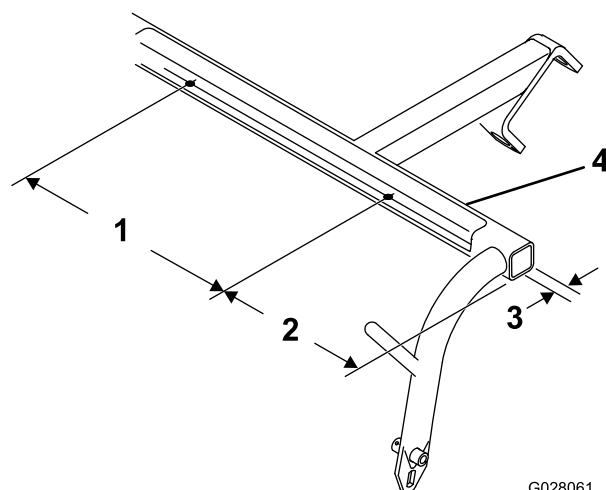

Bild 1
1. Verwenden Sie die in Bild 1 angegebenen Abmessungen und bohren Sie zwei 5,6 mm große Löcher an der Unterseite jedes Querrohrs am Zugrahmen.